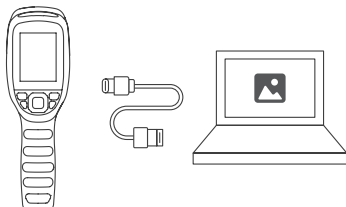

Рисунок 3.1.1
2. Подключите TC004 к компьютеру с помощью прилагаемого USB-кабеля (см. рис. 3.1.1).